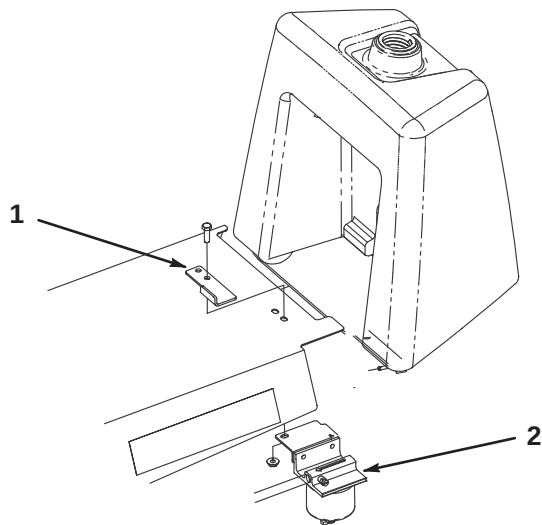

図 3
6. スタンダード・シートの場合は、以下の要領でシート・ストップを取り付ける (図3)。
- C. 外したキャップスクリューとナット、および付属部品 (5/16×1キャップスクリューとナットを使って、シート・ストップと水セパレータとをスカートの裏側に固定し、ストップの位置を図3のように調整する。